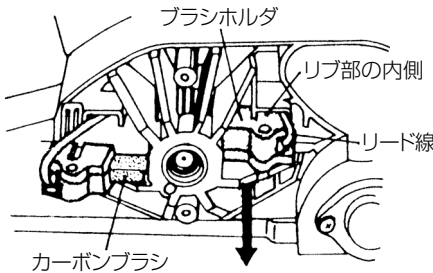

図 26
(図 26、27)
次に図 26 のように、リード線をリップ部の内側に入れて、(1) の逆に行います。